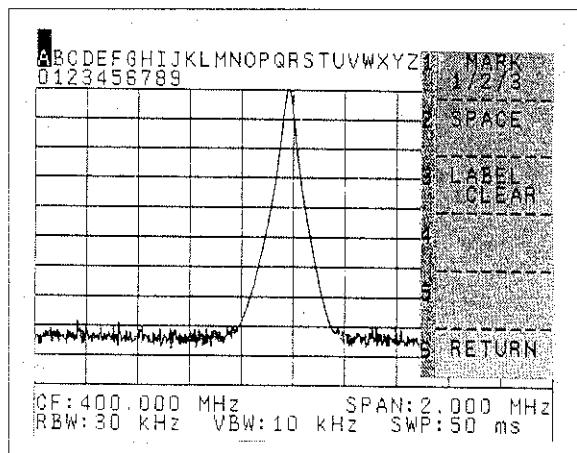

図 7-48 ラベル入力画面
- ① と順に押します。 [図7-48] のラベル入力画面が表れ、ラベル入力可能となります。